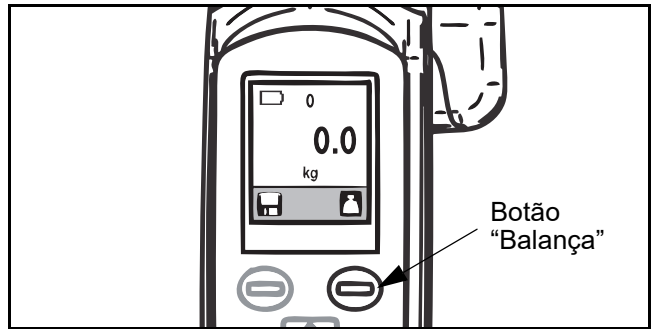

Fig. 66
- 1) Prima o botão "Balança" para obter uma leitura de zero no visor (consulte a Fig. 66).